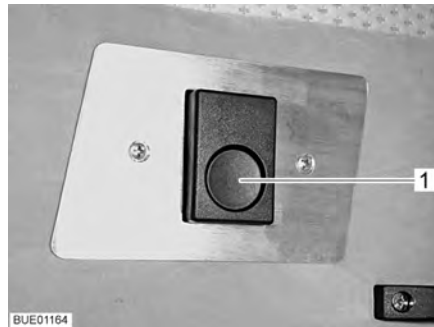

Bild 75 Frigöring
- Tryck på låsknappen (Bild 75,1). Låset är upplåst.